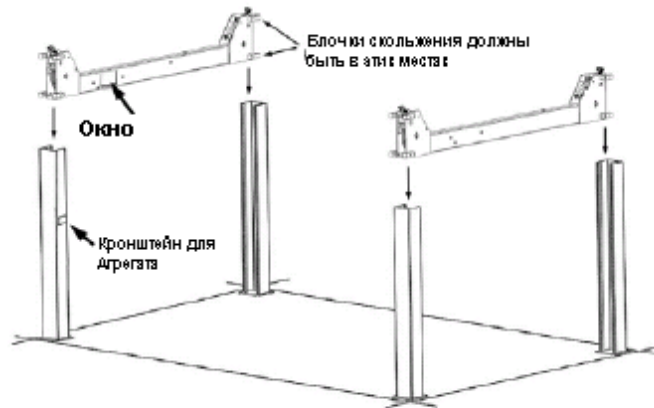

Рис. 3.3
2. Поднять подъемные перекладины (предварительно установив в них пластиковые скользящие блочки) и опустить их внутрь стоек (см. Рис. 3.3). Прямоугольные прорезы в подъемных перекладинах должны быть направлены внутрь подъемника и должны находиться к стойке с кронштейном для агрегата.